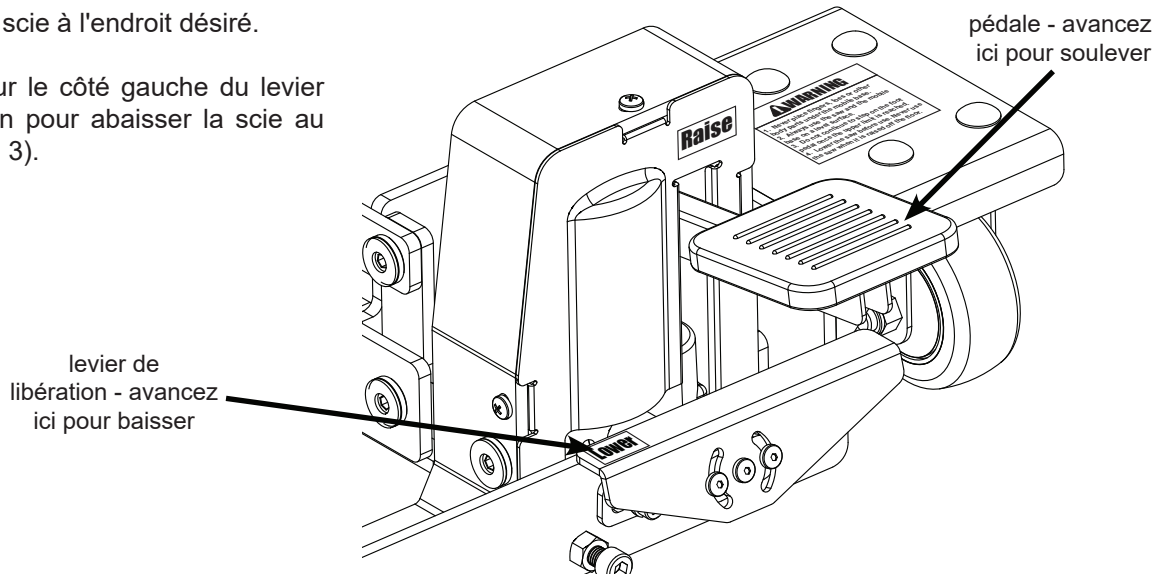

Fig. 3
1. Pour déplacer votre scie avec la base mobile, appuyez plusieurs fois sur la pédale pour relever la scie du sol et sur les roues (voir fig. 3). Ne levez pas la scie plus haut que nécessaire pour la déplacer. Au lieu de cela, soulevez la scie juste assez pour fournir une garde au sol suffisante. Ne continuez pas à appuyer sur la pédale une fois la limite supérieure atteinte.
3. Appuyez sur le côté gauche du levier de libération pour abaisser la scie au sol (voir fig. 3).